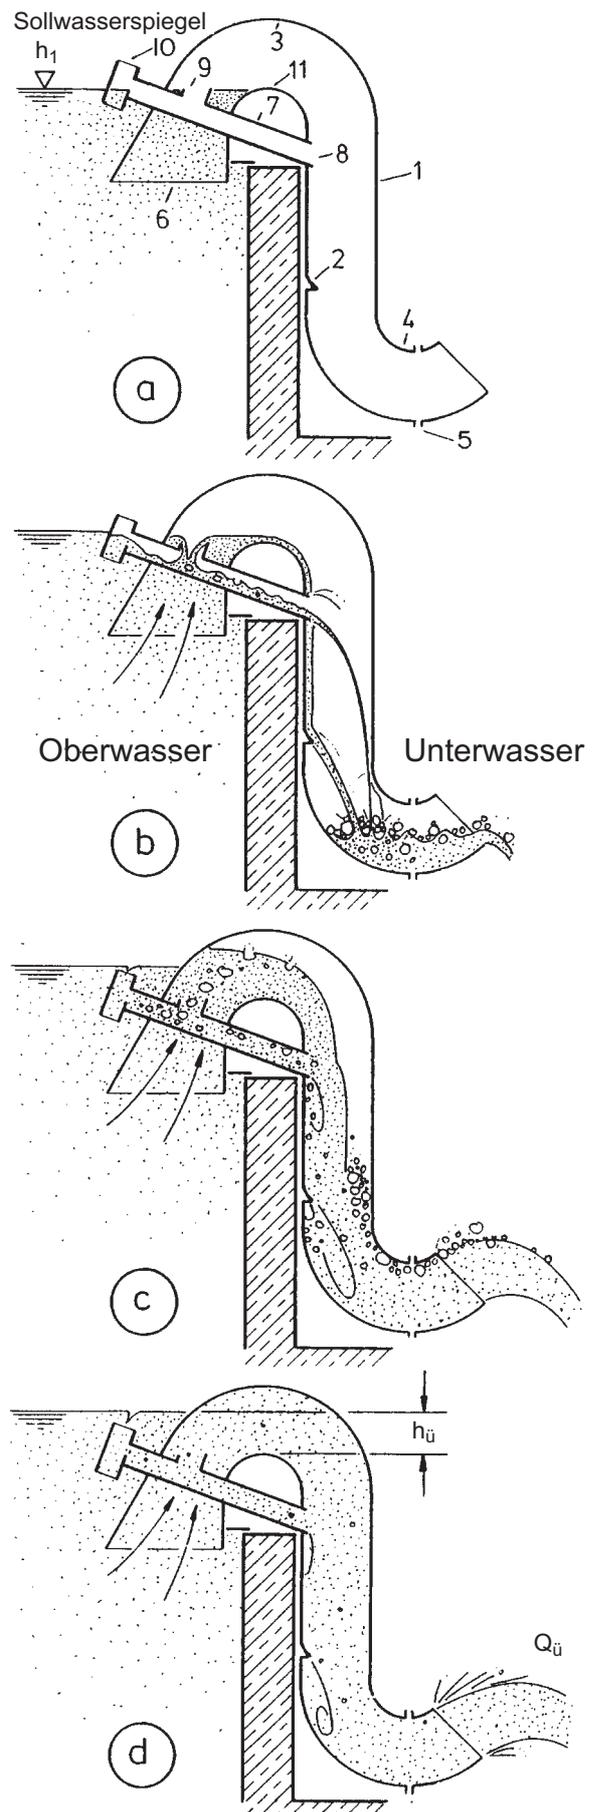

Bild 1: Die Funktion des Luftregulierten Hebers UFT-FluidSiph bei ansteigendem Oberwasserstand.
Heber nutzen die Saughöhe hinter der Überlaufschwelle. Der Luftregulierte Heber, siehe Bild 1, hat einen senkrechten Saugschlauch (1) und einen U-förmigen Einlauf- und Ablaufkrümmer. Dies macht den Heber sehr kompakt und erlaubt eine einfache Montage an eine senkrechte Überfallwand – auch nachträglich. Die Besonderheit des Hebers ist das Belüftungsrohr (7). Es führt leicht schräg nach unten, mitten durch das Heberoberteil hindurch. Die beiden Öffnungen belüften sowohl die Sohle (8) als auch den Scheitel (9). Die sogenannte Saugnase (10) hat einen auf die Hebercharakteristik abgestimmten Querschnitt und eine horizontale Überfallkante. Diese Kante liegt genau auf der Höhe des Heberscheitels (11) und des Sollwasserspiegels h_1 . Solange der Wasserspiegel vor dem Heber unter der Sollhöhe h_1 bleibt, fließt kein Wasser durch das Gerät, Bild 1a. Steigt der Wasserspiegel um einige Zentimeter an, fließt Wasser im freien Überfall über den Heberscheitel hinweg, Bild 1b. Ein kleiner Wasserstrom fließt auch durch das Belüftungsrohr. Es kann sich aber kein Sog aufbauen, weil das Heber-